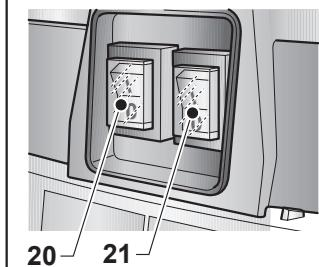

Fig. 13
- A seconda della potenza richiesta è possibile avviare un solo motore premendo l'interruttore (20 Fig. 13) su "I" oppure entrambi gli interruttori (20-21 Fig. 13) se è richiesta una maggiore forza aspirante.
- Premere gli interruttori (20-21 Fig. 13) su "0" per spegnere l'apparecchio.